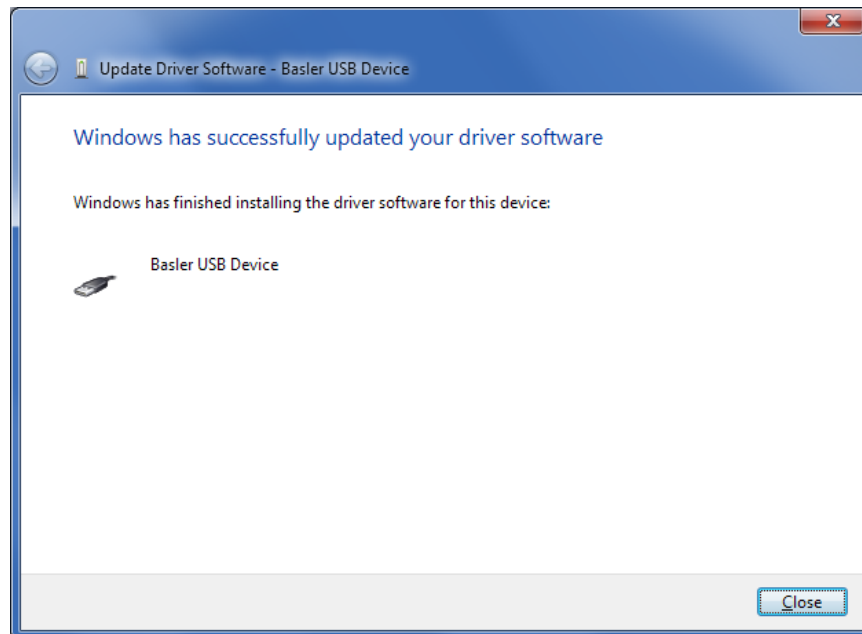

Figura 9-7. Actualización correcta del software del controlador
Paso 7: La ventana de la Figura 9-7 aparece si la instalación del controlador se realiza correctamente.